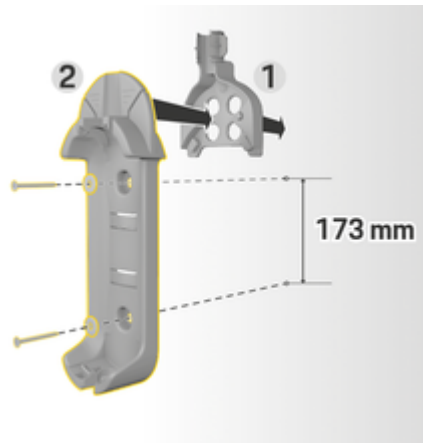

Fig. 226: Bormål
3. Trykk veggholderen (grunnversjon) 2 (Fig. 226) forfra inn i kabelføringen 1 (Fig. 226).